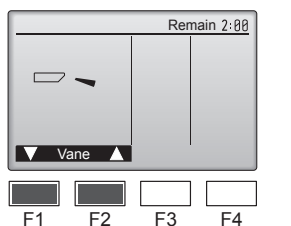

Fig. 7-4
- ② Pulse el botón [SELECT/HOLD] (Aceptar/Retener) para visualizar la pantalla de funcionamiento Lama, y luego pulse los botones [F1] y [F2] para comprobar el sistema automático de desviación del aire. (Fig. 7-4)